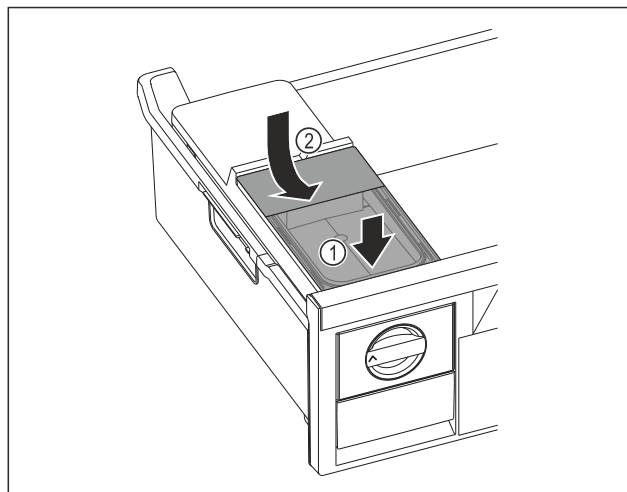

Fig. 104
- Помістити бак для води спереду. Fig. 104 (1)
- Опустити бак для води ззаду. Fig. 104 (2)